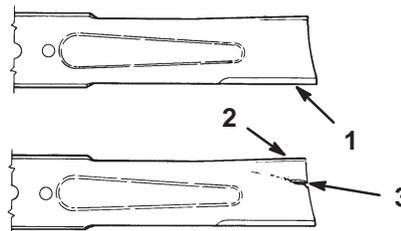

Figure 26
1. Inspectez les tranchants des lames (Fig. 26). Si elles ne sont pas tranchantes ou si elles présentent des indentations, déposez et aiguiser les lames (voir Aiguisage des lames, page 26).
2. Inspectez les lames, surtout la partie incurvée (Fig. 26). Remplacez immédiatement toute lame endommagée, usée ou qui présente une entaille (repère 3 de la Fig. 26).